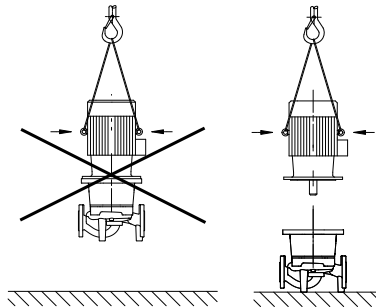

Fig. 20: Transporte do motor
- Utilizar os olhais de elevação do motor só para carregar o peso do mesmo e não para carregar toda a bomba (fig. 20).